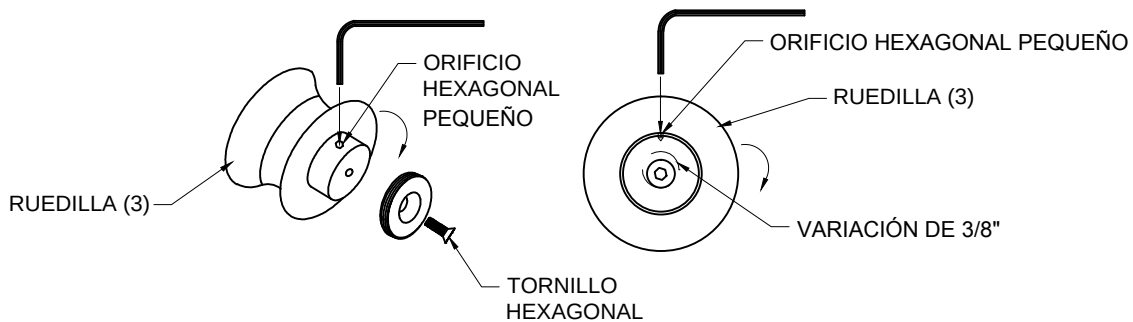

FIG. 1
1. Afloje el tornillo hexagonal para que haya movimiento. Después coloque la llave Allen en el orificio hexagonal pequeño como se muestra y gírela hacia la derecha o hacia la izquierda para hacer el ajuste. [Consulte la Fig. 1]